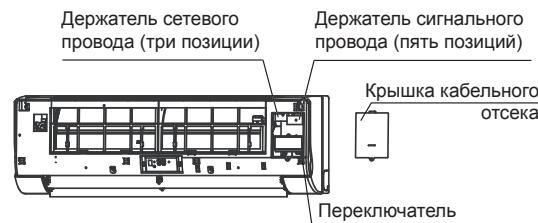

Рис. 7-2
- 2 Отдельно подключите сетевой и сигнальный провод. (см. рис. 7-2).